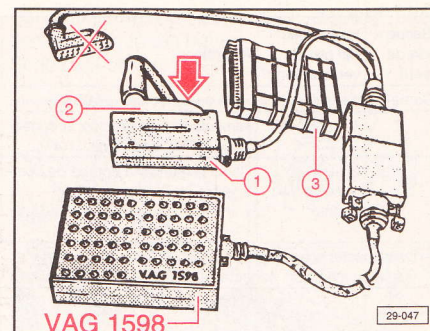

Fig. 2.102
Verificaciones en el conector de conexión del ramal de cables (Fig. 2.102)
Conectar el box de verificación V.A.G. 1598 con el cable adaptador V.A.G. 1598/2 (1) sólo en el conector de conexión del ramal de cables (2) (la unidad de control (3) queda libre) (Fig. 2.102).